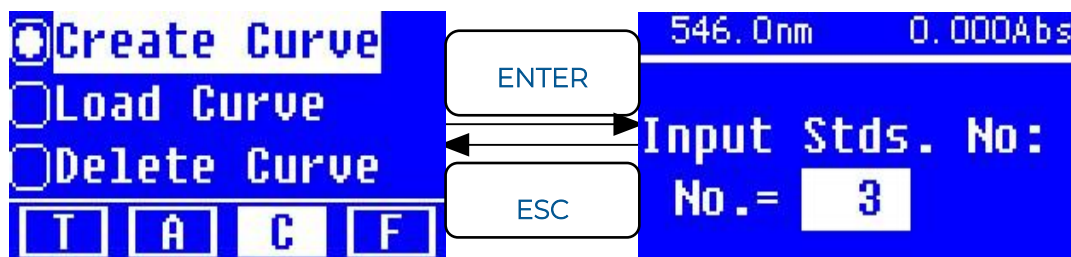

Figura 10
- 2 Si quiere crear una nueva curva estándar con varias muestras de concentración conocida, use las teclas **▲** y **▼** de para mover el cursor a "Crear curva" (Create curve), luego presione **ENTER** para confirmar. El sistema le pedirá que ingrese la cantidad de sus muestras estándar de concentración conocida (figura 10).